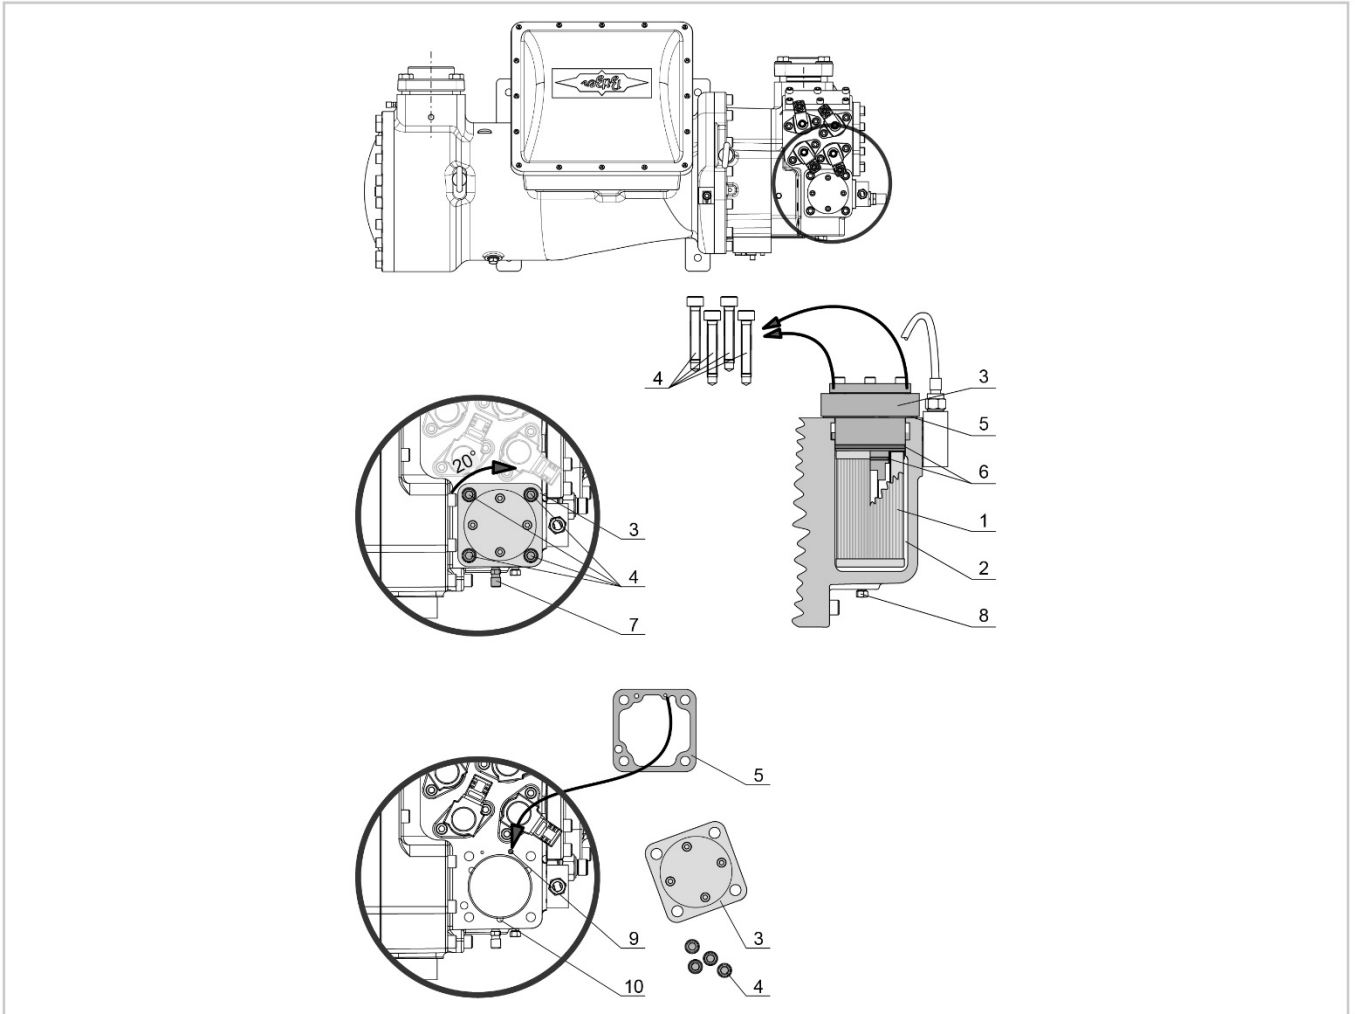

図 13 : HS.85 : オイルフィルタの交換
- HS.85：オイルフィルタ室の前、内部のオイルフィルタ交換用（26 ページの図 13 を参照）。
HS.85：内部オイルフィルタの交換（26 ページの図 13 を参照）